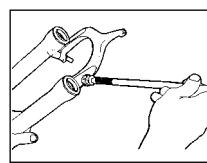

Abb. 5
- Tragen Sie New and Improved Judy Butter auf die Oberfläche der oberen Lagerhülsen auf und füllen Sie die Rille zwischen den Lippen der Resi-Wiper Dichtung vollständig mit Judy Butter (Abb. 5).